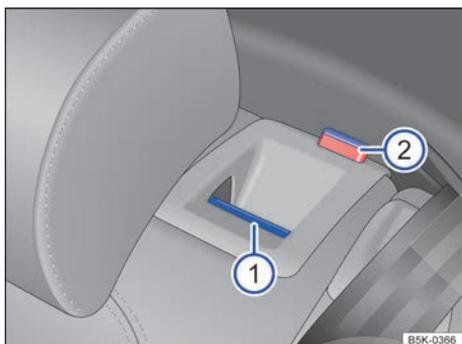

Fig. 72 En el respaldo del asiento trasero: tecla de desbloqueo (1); marca roja (2).
- Tire de la tecla de desbloqueo → fig. 72 (1) hacia delante y, al mismo tiempo, abata el respaldo hacia delante.
- La parte en cuestión del respaldo está desbloqueada cuando se ve la marca roja (2).